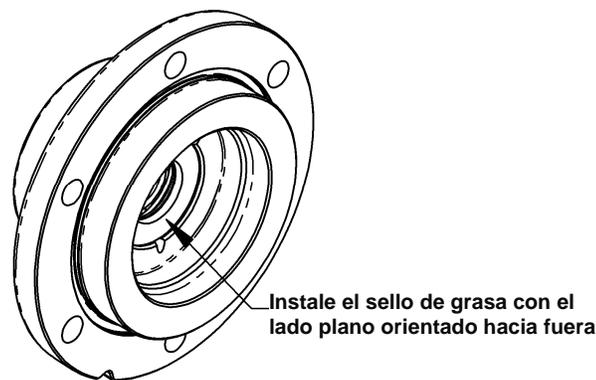

Figura 9. Instalación del sello de grasa
6. Aplique una ligera capa de grasa a la chumacera del sello de grasa en el cabezal interno (20).
7. Instale un nuevo sello de grasa pequeño (104) en el cabezal interno (20). El lado plano del sello de grasa deberá quedar orientado hacia fuera del cabezal, con el lado del resorte y la rebaba orientado hacia el interior del cabezal.
8. Instale el resorte del cojinete (24C) en el cabezal interno (20).
9. Instale la corredera exterior del cojinete (24) en el interior la cavidad del cojinete, en el cabezal interno (20).
10. Instale el sello de grasa (104A) en la cavidad del cojinete del cabezal, con el lado abierto orientado hacia el cojinete y el lado plano orientado hacia fuera. Empuje o golpee delicadamente el sello de grasa hacia que la cara plana del mismo quede a aproximadamente 1/8" (4 mm) más allá de la cara plana de diámetro mayor en el cabezal. Consulte la figura 9.